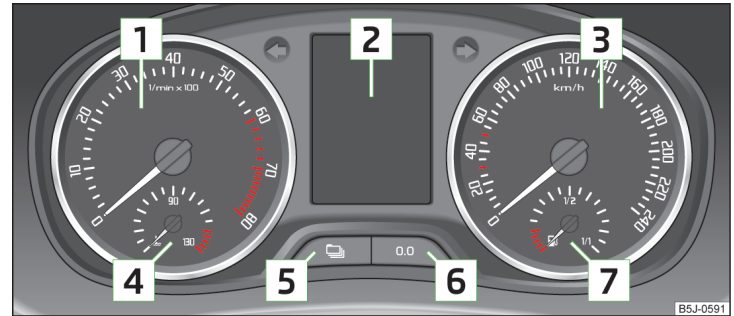

Abb. 19 Kombi-Instrument
Der rote Skalabereich des Drehzahlmessers **1** » Abb. 19 auf Seite 28 kennzeichnet den Bereich, in dem das Motorsteuergerät beginnt, die Motordrehzahl zu begrenzen. Das Motorsteuergerät begrenzt die Motordrehzahl auf einen sicheren Grenzwert.
Die Kühlmitteltemperaturanzeige **4** » Abb. 19 auf Seite 28 arbeitet nur bei eingeschalteter Zündung.
Die Kraftstoffvorratsanzeige **7** » Abb. 19 auf Seite 28 arbeitet nur bei eingeschalteter Zündung.
Das Zurücksetzen der Angabe kann durch langes Drücken der Taste  » Abb. 19 auf Seite 28 erfolgen.
Die Uhr wird mit den Tasten  und  eingestellt » Abb. 19 auf Seite 28.
- › Die Taste  » Abb. 19 auf Seite 28 wiederholt drücken, bis die Anzeige des Gesamtkilometerzählers blinkt » Seite 30.